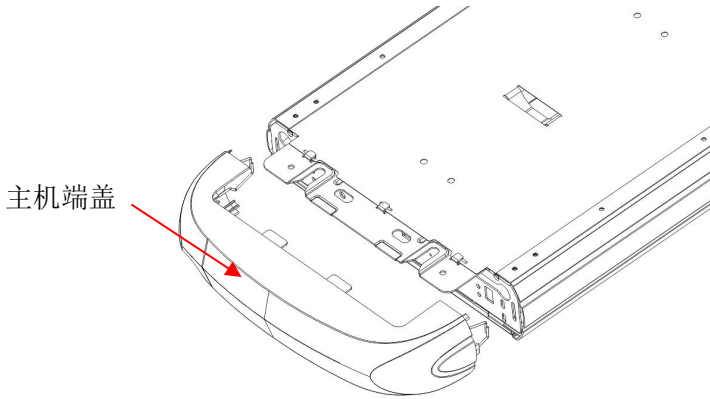
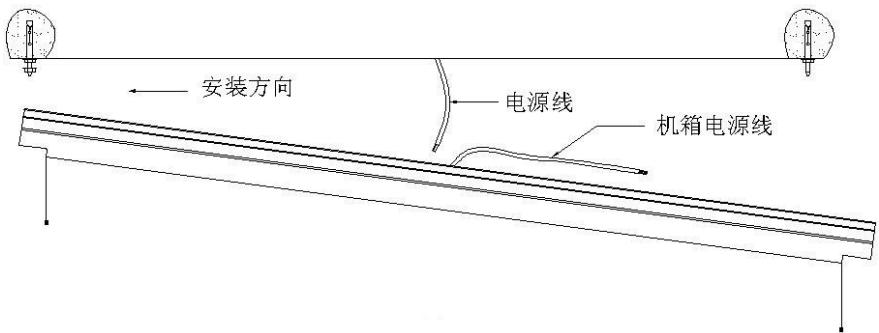

图 6
图 7
5、拆下两端的主机端盖，如图 6 所示。然后小心托起主机，将主机一端插在两个膨胀螺丝的垫片上，接着托起另一端把垫片及螺母装锁紧，然后，再把第一端的螺母拧紧，如图 7 所示。